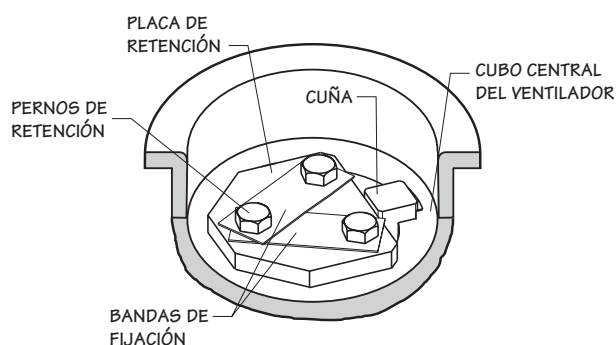

Figura 1 Conjunto de retención de la placa
4. La Figura 1 ilustra la correcta instalación de la placa de retención y los accesorios. La placa de retención está diseñada para que quede un espacio para la cuña del eje del ventilador y, si se instala correctamente, no se extenderá de más ni interferirá con la cuña. Ajuste los tornillos de retención a 70 ft•lb (95 N•m) y luego levante las esquinas de las correas de sujeción para evitar que los tornillos se aflojen.